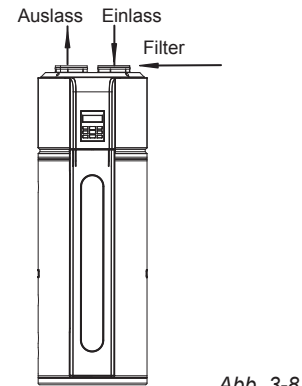

Abb. 3-8
- 5) Installation von Filter am Geräteeinlass. Falls die Einheit an einen Kanal angeschlossen ist, muss ein Filter am Kanaleinlass installiert werden. (Abb. 3-8/3-9)